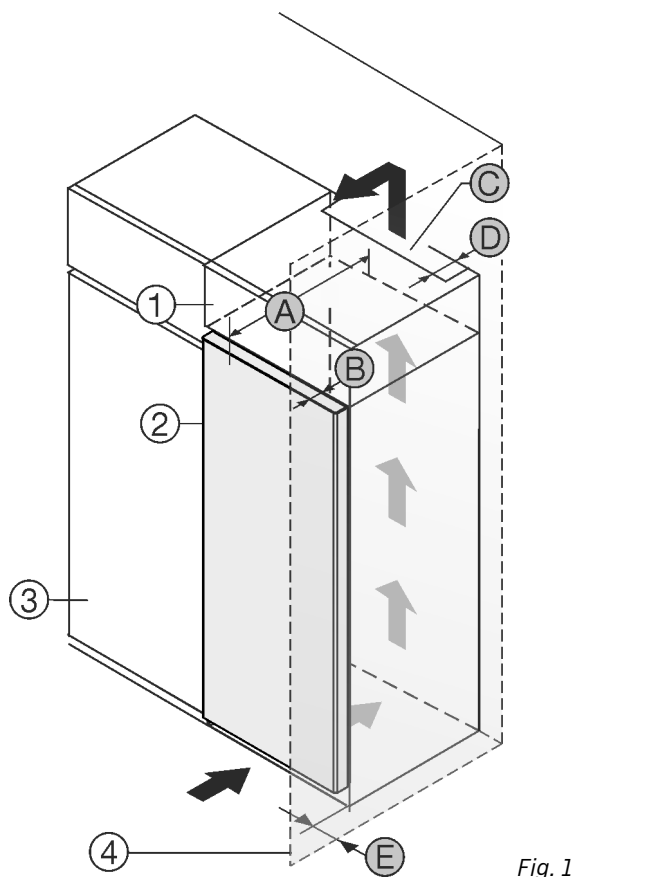

Fig. 1
Installer l'appareil directement à côté du placard de cuisine Fig. 1 (3).
Une sortie d'air avec la profondeur Fig. 1 (D) doit être présente au dos de la rehausse sur toute sa largeur.
La section de ventilation Fig. 1 (C) sous plafond doit être respectée.
Si l'appareil est installé avec les charnières près d'une paroi *Fig. 1 (4)*, la distance entre l'appareil et la paroi doit être d'au moins 13 mm.
Si l'appareil est installé avec les charnières près d'une paroi *Fig. 1 (4)*, la distance entre l'appareil et la paroi doit être d'au moins 20 mm.
Pour pouvoir ouvrir complètement les portes, l'appareil doit déborder de la profondeur de la porte *Fig. 1 (B)* par rapport à la façade du placard. L'appareil peut déborder encore plus en fonction de la profondeur des placards *Fig. 1 (3)* et de l'utilisation de cales d'épaisseur.